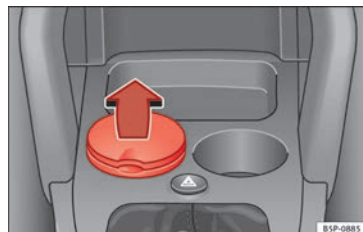

Bild 95 Askfatet finns i den främre mugghålaren.
- Öppna askkoppen genom att lyfta på locket » bild 95.